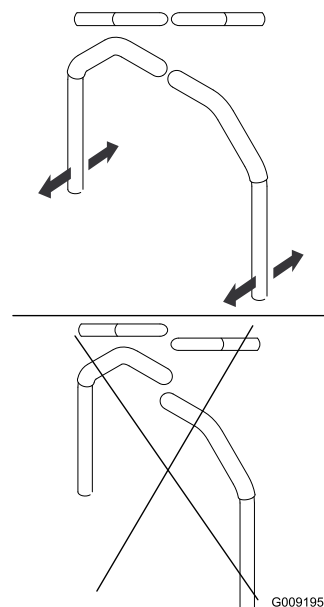

Figura 58
4. Alinee las palancas en el sentido adelante/atrás acercándolas a la posición de PUNTO MUERTO, y moviéndolas hasta que estén alineadas; luego apriete los pernos (Figura 58).